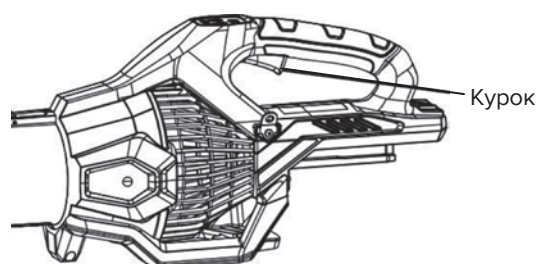

Рис. 9
2. Нажмите на курок, чтобы включить воздуходувку. Скорость подачи воздуха в воздуходувку регулируется с помощью курка (рис.9). Чем больше давление на курок, тем выше скорость выдува; чем меньше давление, тем ниже скорость выдува. Отрегулируйте скорость в соответствии с текущей задачей. Отпустите курок, чтобы выключить воздуходувку.